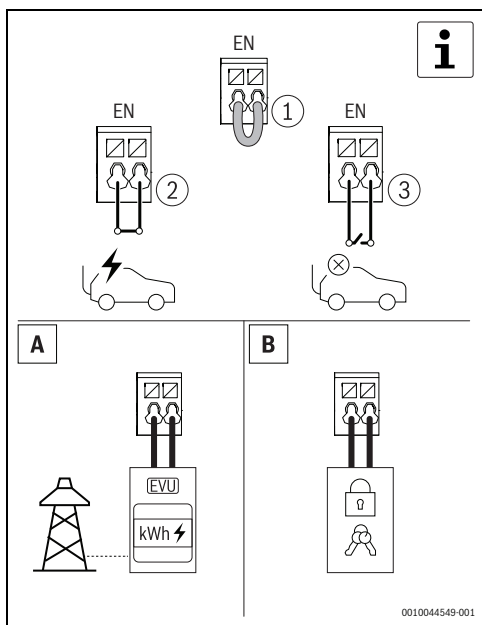

Fig. 287 Ingresso digitale opzionale
- ▶ Sbloccare la Power Charge 7000i con la scheda RFID, l'app o tramite un dispositivo di blocco esterno. Questo passo è facoltativo (→ Fig. 287 e 6.1.5, pagina 292).